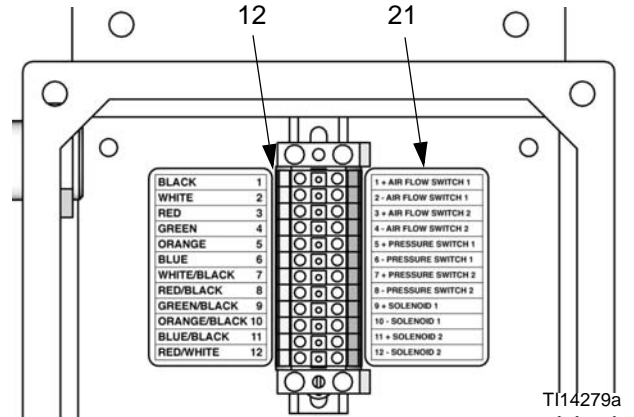

図 4. Air Flow Switch を端子ストリップに接続して下さい。
2. ラベル (21) に示されるように、AFS # 1 からのワイヤを端子ストリップ (12) ピン 1 (+) & 2 (-) の右側に接続して下さい。図 4 および 表 1 を参照して下さい。
3. ラベル (21) に示されるように、AFS#2 からのワイヤを端末ストリップ (12) ピン 3 (+) & 4 (-) の右側に接続して下さい。図 4 および 表 1 を参照して下さい。